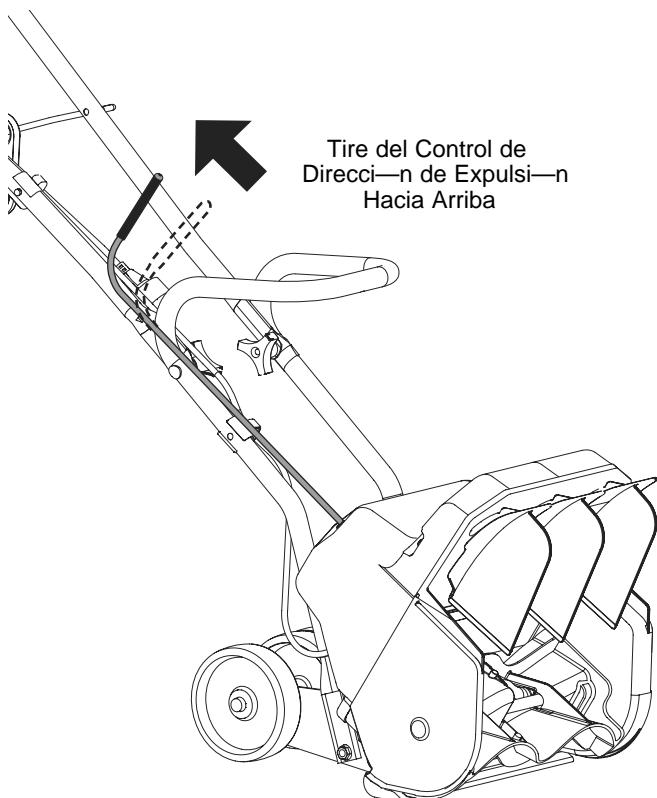

Fig. 6
2. Agarre firmemente el mango del Control para Direcci—n de Expulsi—n y hale hacia arriba. Eso suelta la varilla, la cual es accionada por un resorte, de la ranura de direcci—n de expulsi—n actual y permite el movimiento libre (Fig. 6).
- ¥ Si va a transportar la unidad con las manijas plegadas, tenga cuidado de no hacer contacto y doblar accidentalmente el control de dirección de expulsión (Fig. 6). Si dobla o daña el control, no podrá ajustar las paletas.